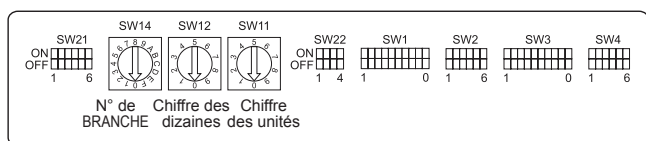

Fig. 4-9
4.5. Définition des adresses (Fig. 4-9)